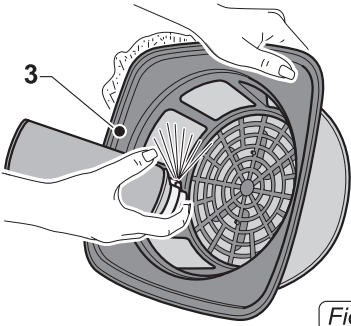

Fig. 17
- Limpiar el filtro (3 Fig.17) del interior hacia el exterior con un chorro de agua; el filtro se puede lavar (3 Fig. 17) con agua tibia, luego secarlo bien para volverlo a instalar o cambiarlo si está muy sucio